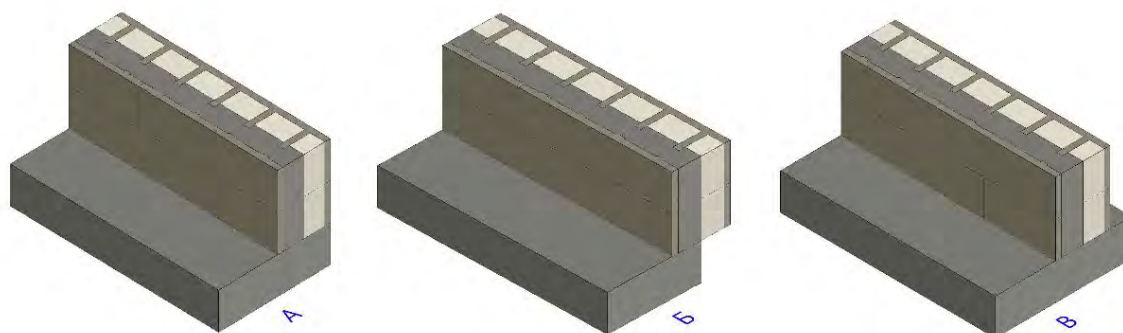

Рис. 1.2
1.5.1 Основной (см. рис.1.2 «А») – блок вровень с гранью фундамента / перекрытия по внешней стороне.
1.5.2 Консольный (см. рис.1.2 «Б») – блок свисает, но не более  $\leq 120$ мм от грани фундамента / перекрытия.
1.5.3 Задвинутый (см. рис.1.2 «В») – блок задвинут от грани фундамента / перекрытия внутрь помещения, образуя консоль фундамента / перекрытия.